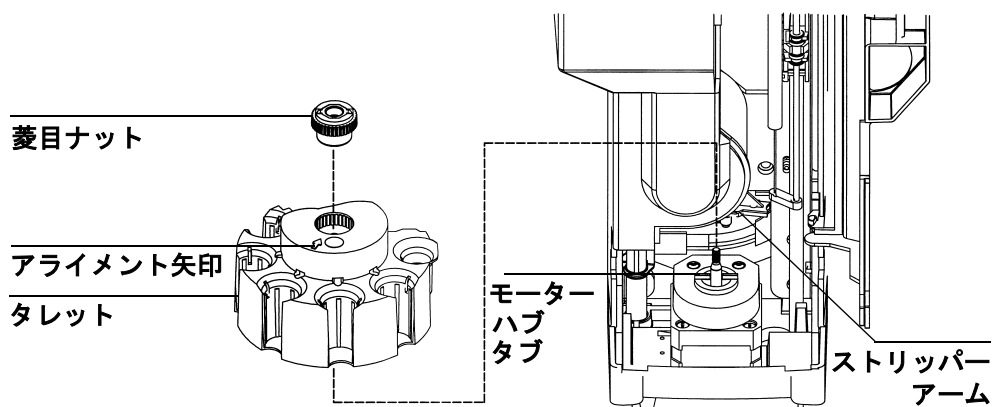

図 49. タレットの取り外し
2. インジェクタドアを開きます。タレットの上部から菱目ナットを緩めて取り外します。図 49 を参照してください。
3. タレットを回転し、空間のある側がタワー背面に向くようにします。つまりタレット上面の矢印が背面に向かうようにします（図 49 を参照）。ストリッパームを後方に押してタレットを持ち上げると、タレットはセンターシャフトから外れます。